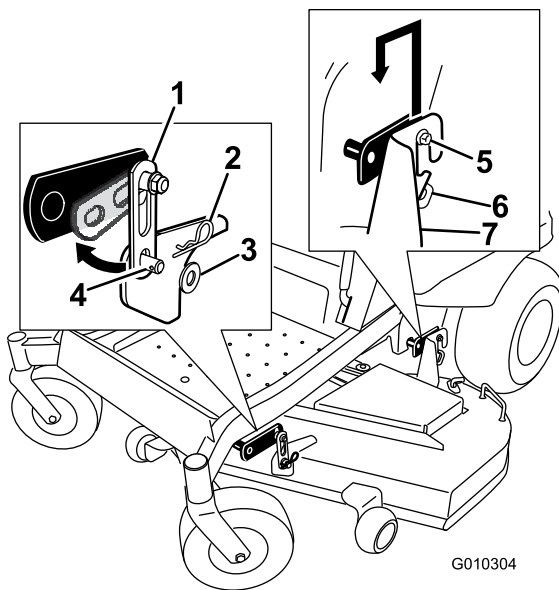

Bild 72
2. Entfernen Sie an beiden Seiten des Mähwerks die Schrauben von den Hängeprofilen des Frontmähwerks (Bild 72).
3. Heben Sie das Mähwerk vorsichtig von den Schrauben des hinteren Hängeprofils ab und senken Sie die Vorderseite des Mähwerks vorsichtig auf den Boden (Bild 72).
5. Heben Sie das Heck des Mähwerks an und führen Sie die Hängeprofilhalterungen über die hinteren Hängeprofilsschrauben (Bild 72).